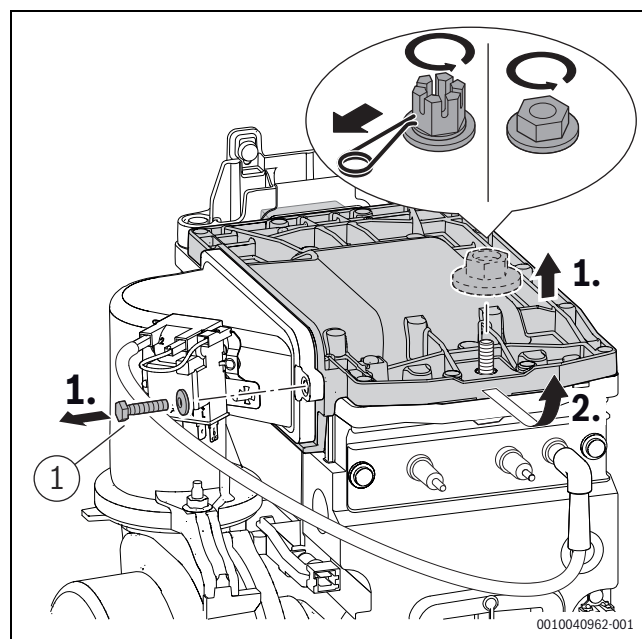

Fig. 39 Desmontar a tampa do queimador
- Apertar o parafuso ([1], fig. 39) na tampa do queimador com $5,5+0,5$ Nm.